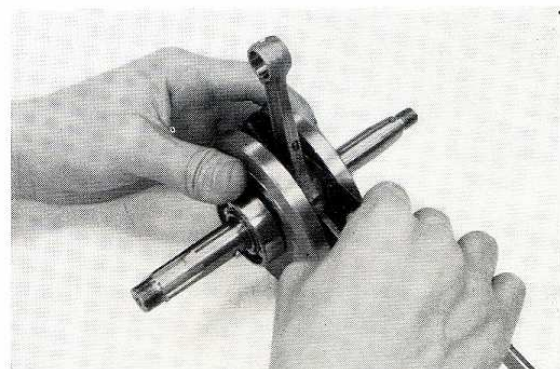

Fig. 79. — JEU DE LA TÊTE DE BIELLE.
5. Vérification de l'alignement de la manivelle. Placez la manivelle sur des blocs en V par les paliers et contrôlez la déviation aux deux bouts de la manivelle avec un comparateur. (Fig. 79).